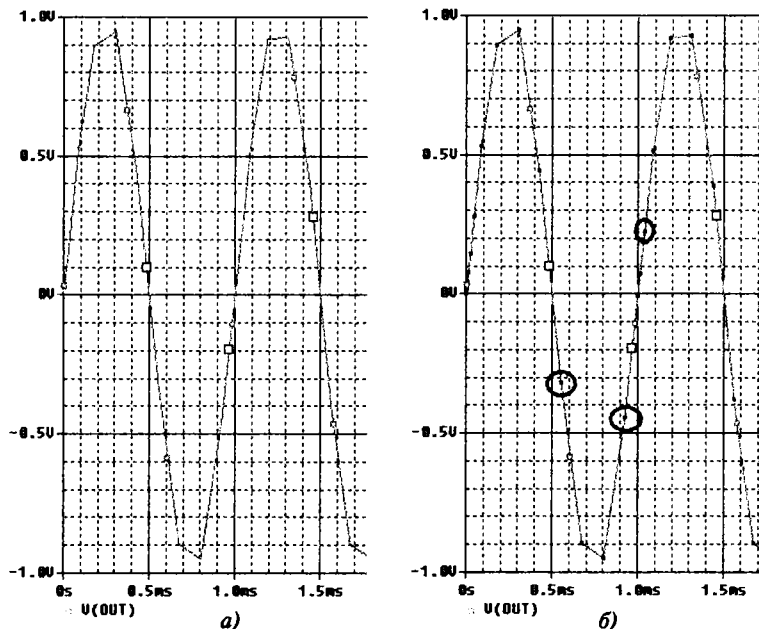

Рис. 8.13. Сигнал с низким разрешением
2. Создаём профиль моделирования PR-16-sin с типом анализа Transient и временем моделирования 10 мс. Устанавливаем маркёр напряжения, запускаем моделирование. Увидим результирующий сигнал (рис. 8.13,а) с низким разрешением.
3. В Probe выбираем Tools > Options и отмечаем Mark Data Points или пользуемся иконкой . На графике появляются метки контрольных точек (рис. 8.13,б).